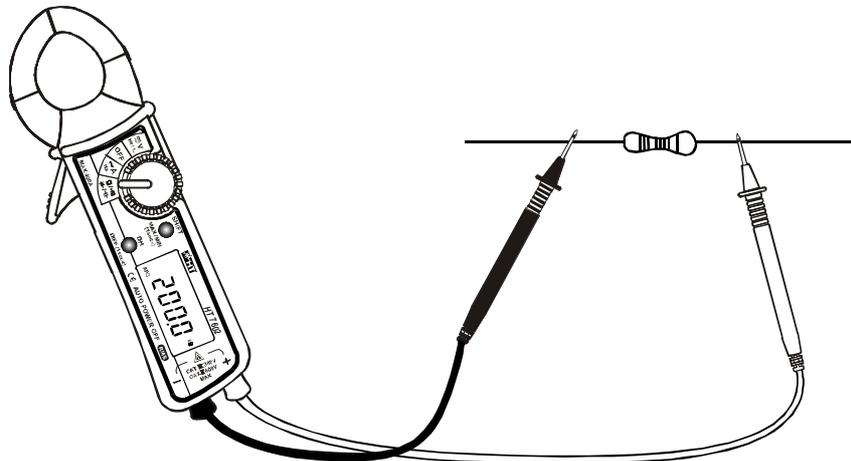

Abb. 4: Widerstandsmessung
3. Verbinden Sie die rote Messleitung mit der + Buchse, und die schwarze Messleitung mit der – Buchse. (siehe Fig.4)
3. Verbinden Sie die rote Messleitung mit der + Buchse und die schwarze Messleitung mit der – Buchse. (siehe Fig.4)